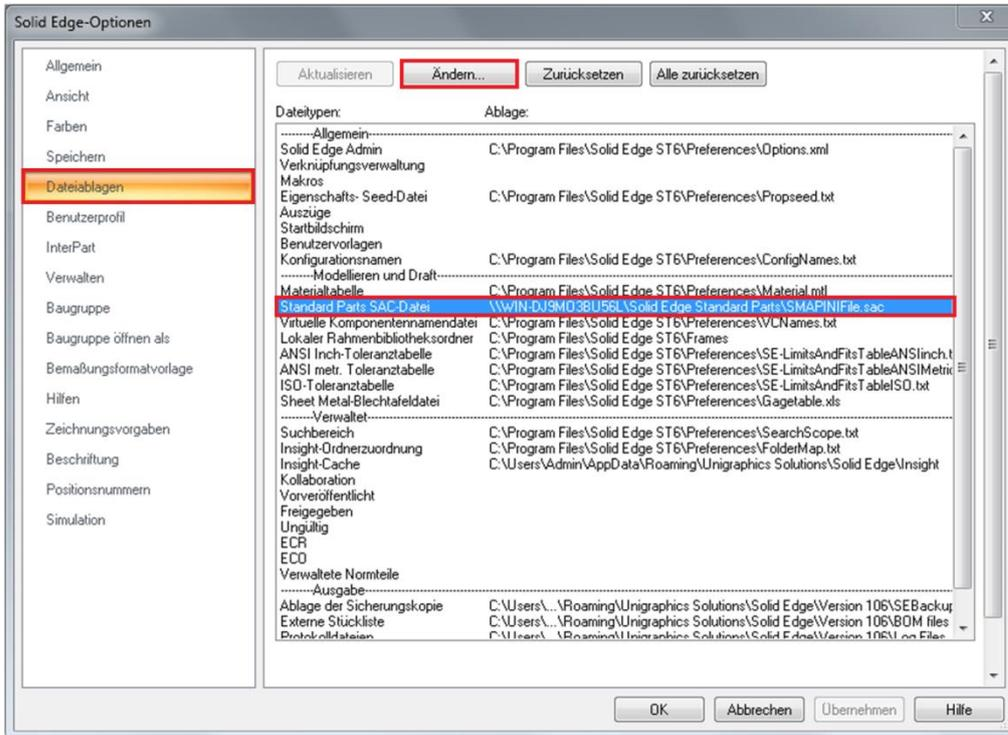

Abbildung 28
- 6.4. Wechseln Sie in den Solid Edge Optionen in den Unterpunkt „Dateiablagen“. Wählen Sie den Punkt „Standard Parts SAC-Datei“ aus, klicken auf den Button „Ändern“. Nun wählen Sie die Datei „SMAPINIFile.sac“ im freigegebenen Ordner der Solid Edge Standard Parts auf dem Server aus und bestätigen dies mit einem Klick auf den Button „OK“ (Abb. 28).